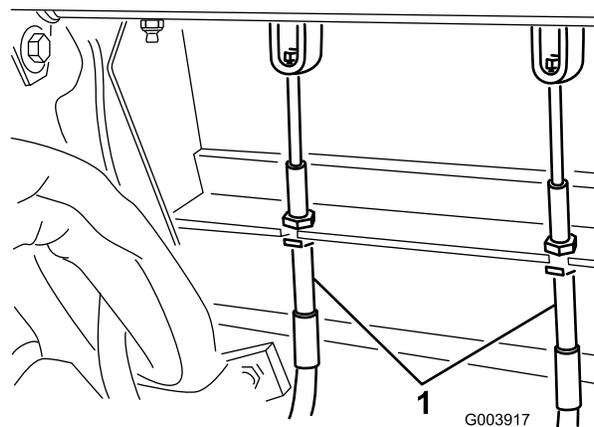

Figure 68
2. Pour réduire la garde aux pédales de frein, serrez les freins en desserrant l'écrou avant sur l'extrémité filetée du câble de frein (Figure 68).